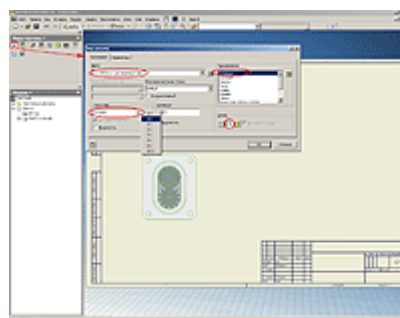

Рисунок 3
3. После этого попадаем в среду создания чертежных видов, со своим полем формата чертежа и соответствующим браузером и инструментальной палитрой. Создадим главный вид, нажав соответствующую кнопку в инструментальной палитре «Главный вид». Открывается окно настройки параметров главного вида. Если файл модели или сборки уже открыт в Inventor, то путь к файлу автоматически подставляется в поле его расположения, при необходимости можно задать расположение файла вручную, нажав кнопку «Обзор» справа от поля месторасположения файла. Затем выбрать направление вида из предложенного списка, задать масштаб (из стандартных или определить пользователем вручную), ввести название вида и определить стиль представления вида (с невидимыми линиями, без невидимых линий или тонирование). После определения параметров главного вида нажать кнопку «ОК» или кликнуть левой кнопкой мыши на виде в поле чертежа (см. Рисунок 3).